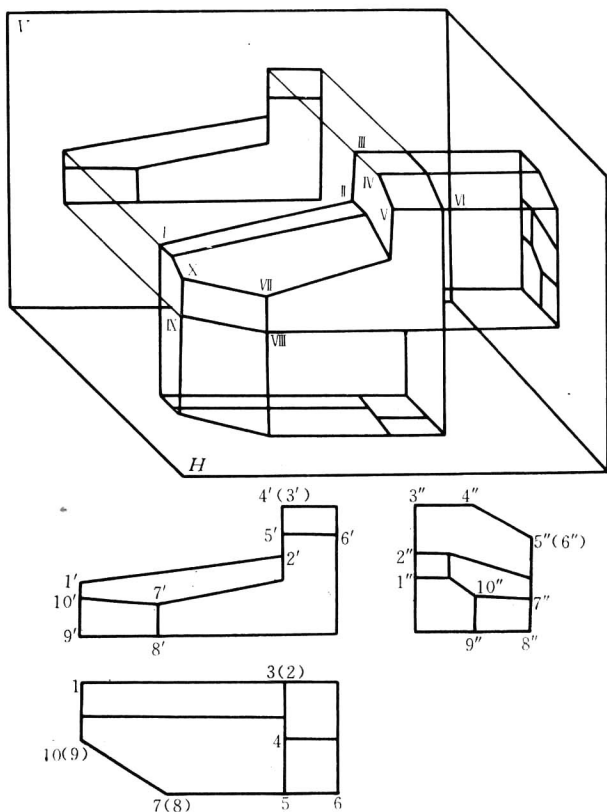

图 1-5 直线在三投影面中的投影
1) 直线在三投影面中的投影 直线在三投影面中的投影如图 1-5 所示。
①一般位置直线 如 $VI-X$ 直线。投影特性是：在三个投影面上的投影均为倾斜的线，且线长小于实长。
②投影面平行线 分三种：正平线，如 $I-II$ 直线；水平线，